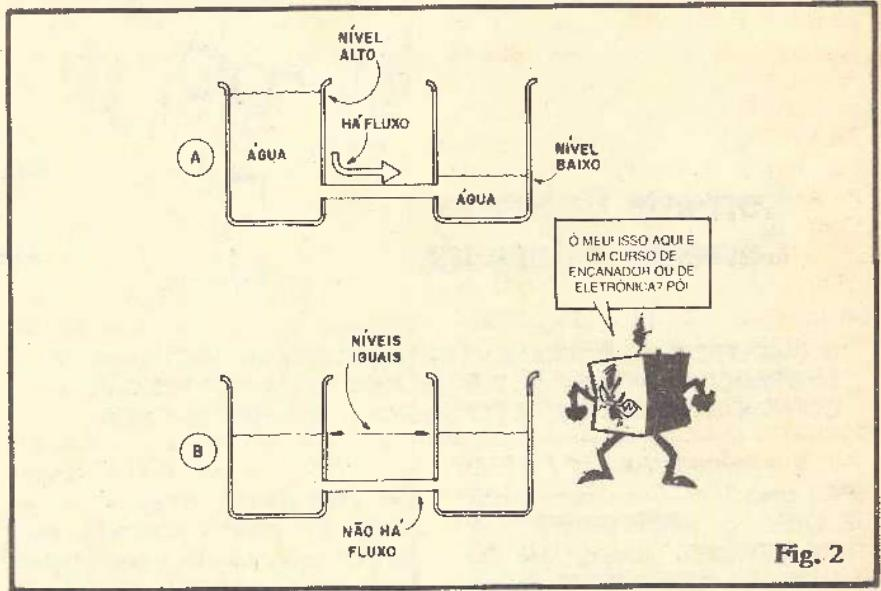

Fig. 2
- FIG. 2 - Voltando ao assunto CORRENTE (observar as figs. 2-A e 2-B), uma interessante analogia pode ser feita a partir de dois recipientes ("caixas d'água") interligados por um tubo ou cano, junto às suas bases. Lembrando que uma pilha, por exemplo, fornece um fluxo constante de elétrons até que se estabeleça o equilíbrio entre seus polos, ou seja: até que não haja mais "sobra" de elétrons no polo negativo, em relação ao positivo (quando então dizemos que a pilha está "descarregada"...), colocamos bastante água no recipiente da esquerda (até a "boca"...), e pouca, ou nenhuma água no vaso da direita... Assim, conforme esquematizado em 2-A, o nível do recipiente da esquerda estará alto ("sobrando" água...), enquanto que o nível no da direita estará baixo ("faltando" água...). Como nós "fechamos o circuito" entre os dois recipientes, através do cano que interliga suas bases, essa situação de "sobra aqui" e "falta ali" não pode durar, já que imediatamente a água começa a fluir, continuamente, do vaso onde ela "sobra" para o recipiente onde